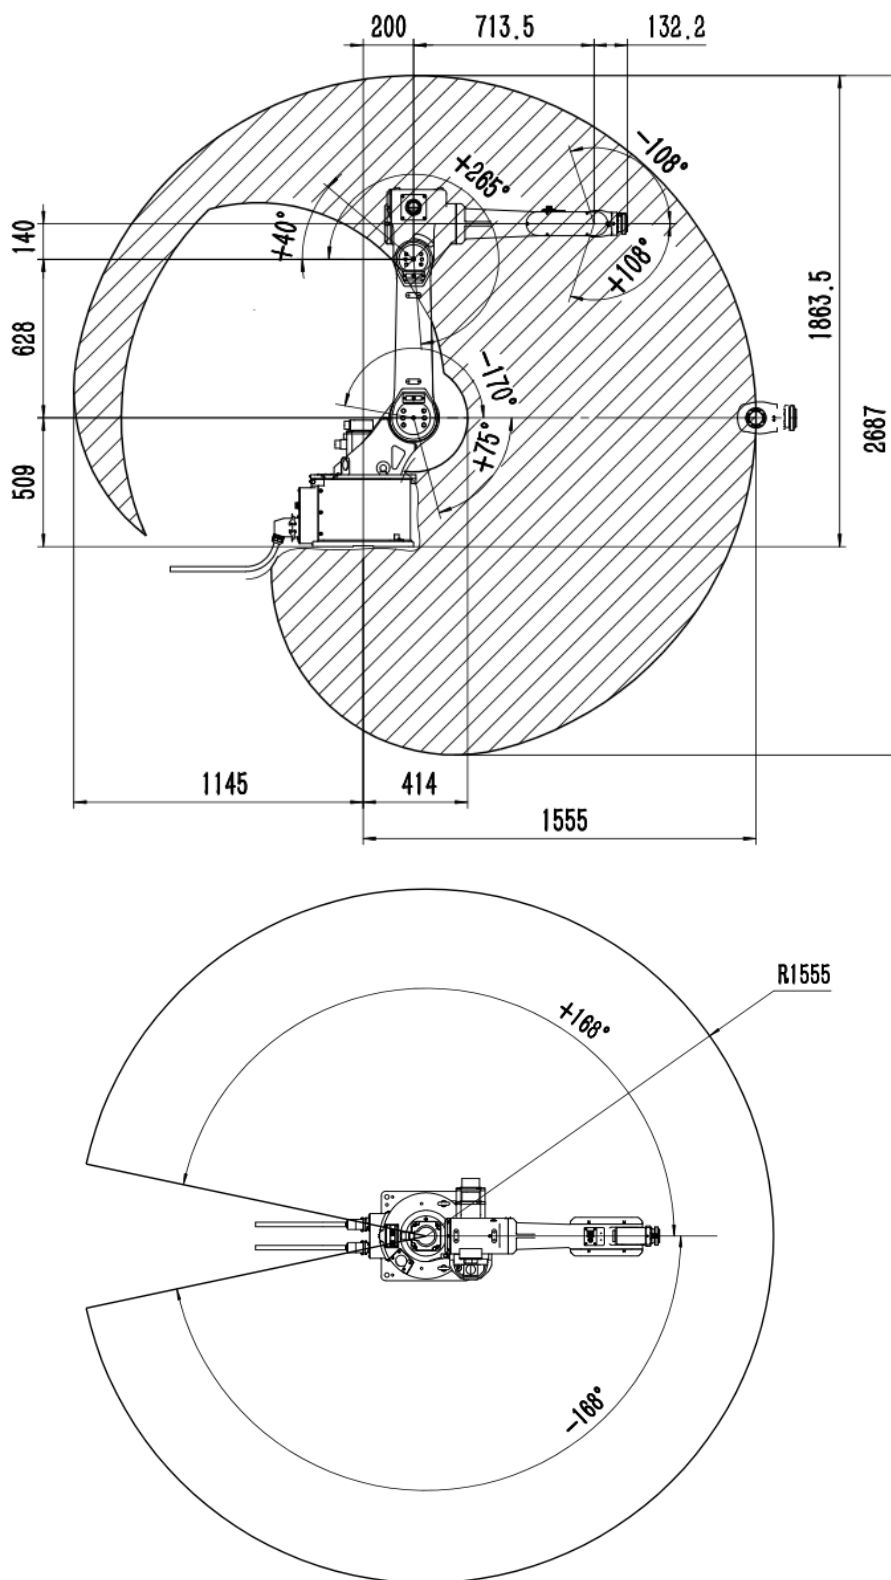
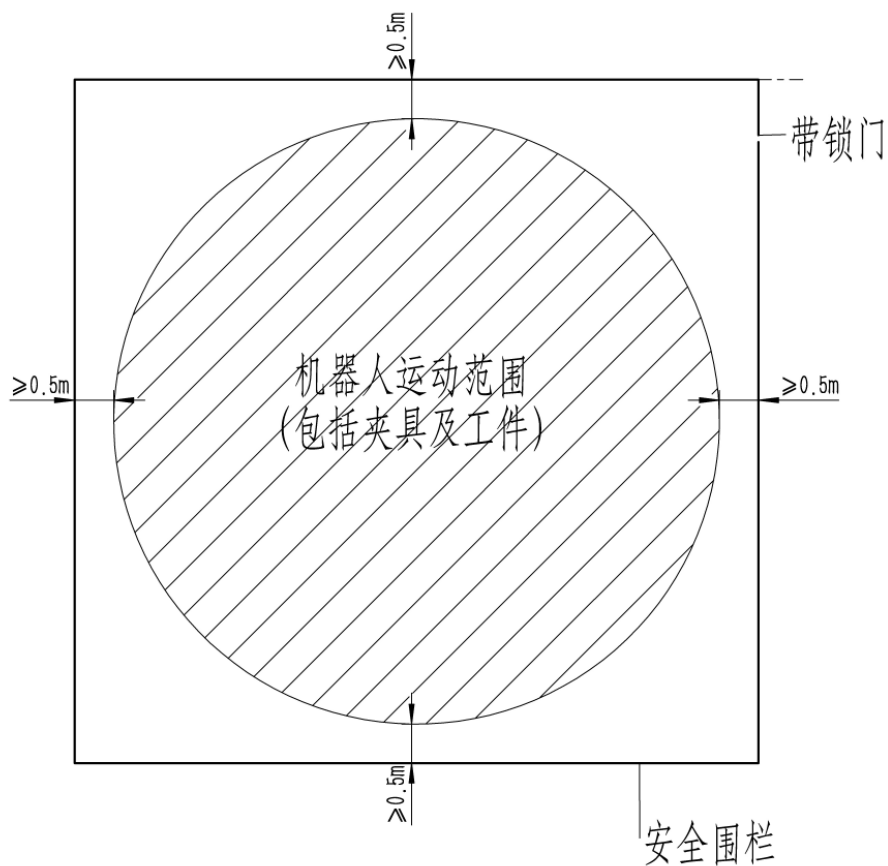

图 2-2 HSR-JR612-1600 机器人工作空间
图 2.7 安全围栏示意图
- 3) 安全围栏范围可参考如图 2.7，机器人运动范围参考图 2.2，夹具及工件根据客户实际情况。